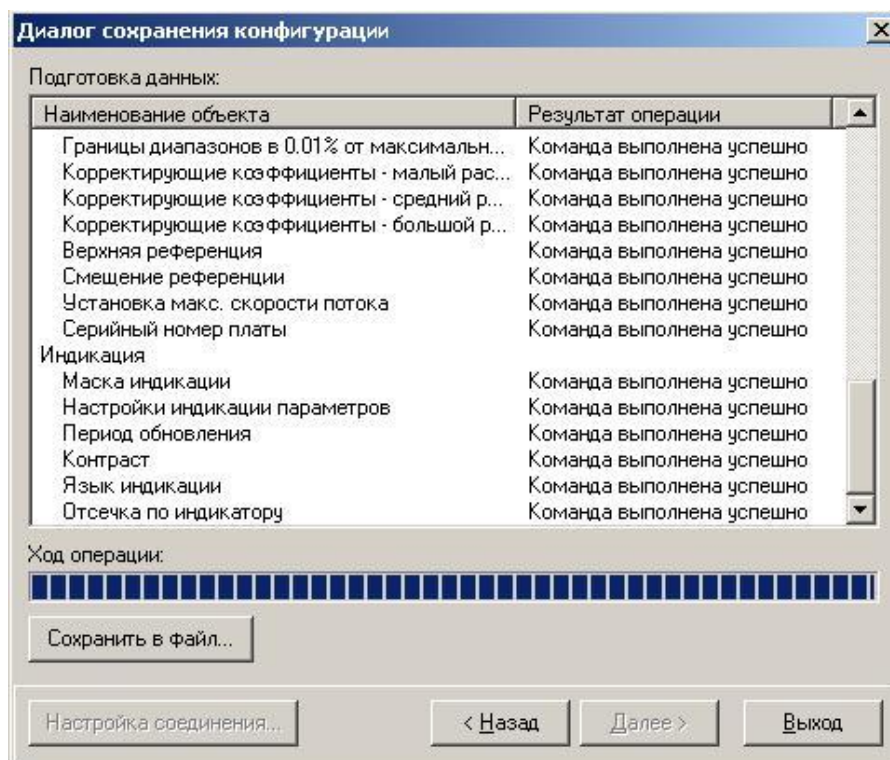

Рис.22. Окно «Диалог сохранения конфигурации» / «Ход операции»
- после окончания считывания всех выбранных параметров станет активной кнопка «**Сохранить в файл**», нажав которую можно ввести имя файла и сохранить прочитанную конфигурацию (рис.22):